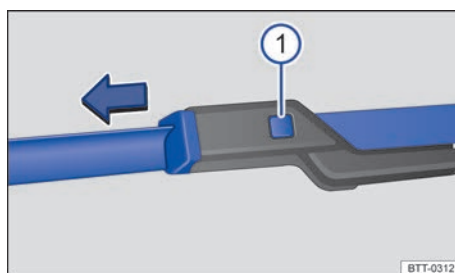

Fig. 162 Substituir as palhetas dos limpadores do para-brisa.
- Manter o botão de destravamento → Fig. 162 ① pressionado e, ao mesmo tempo, retirar a palheta do limpador do para-brisa no sentido da seta.